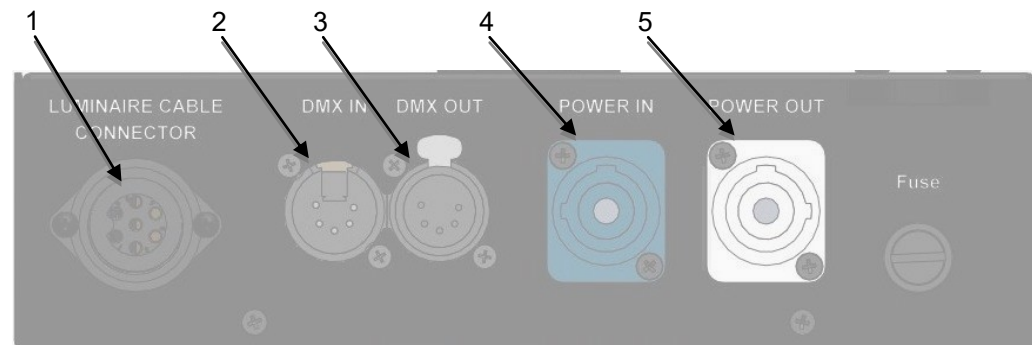
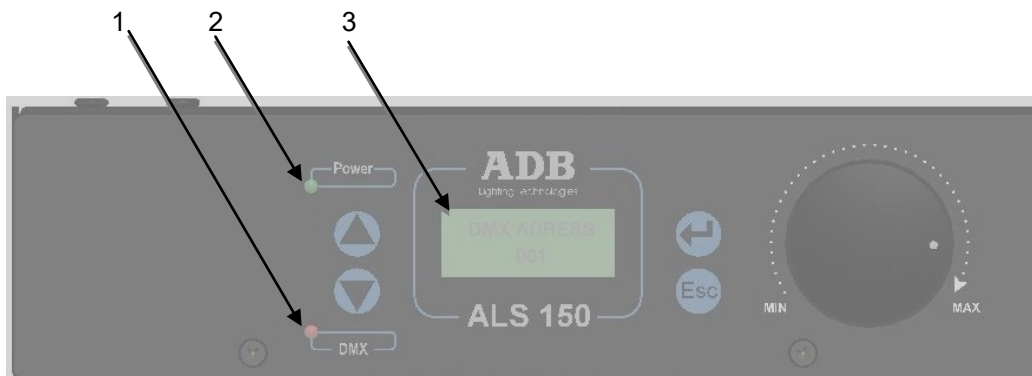

Fig 1
Fig 2
Connect the luminaire's cable to the multipoint connector (Fig 2 – marker 1).
Ballast Electrical connection (Fig. 1)
Connect the mains cable supplied using the PowerCon connector (¼ turn) to the **Power In** input (Fig 1 – ref. 4).
The green **Power** LED lights (Fig 2 – ref. 2).
- The LCD displays lights up (Fig 2 – repair 3) and displays the luminaire's firmware version number for a moment.
Connect a female XLR5 cable to the luminaire's DMX In input (Fig. 1, ref. 2). The red DMX LED (Fig. 2 – ref. 1) lights if a DMX signal is detected by the luminaire. In that case, the luminaire will be controlled using DMX.
Serial connection (Fig. 1)
'Power Out' mains out (Fig 1 – ref. 5): Connect a link cable (3 x 1.5 mm²) between luminaires equipped with PowerCon In and Out sockets (available as an option: 1006.10.060).
'DMX Out' data out (Fig 1 – ref. 3): Connect a male/female XLR5 cable between the luminaires. It is recommended that a DMX terminating resistor is inserted in the 'DMX Out' out connector of the final luminaire.
Brancher le câble du projecteur dans le connecteur multipoint (Fig 2 - repère 1).
Brancher le câble d'alimentation fourni avec connecteur PowerCon (¼ de tour) sur l'entrée Power In (Fig 1 - repère 4).
La LED verte **Power** s'allume (Fig 2 - repère 2).
- L'afficheur LCD s'allume (Fig 2 - repère 3) et affiche pendant un court instant la version logicielle du projecteur.
Brancher un câble data équipé d'un connecteur XLR5 femelle sur l'entrée DMX In du projecteur (Fig.1- repère 2). La LED rouge **DMX** (Fig.2 - repère 1) s'allume si le signal DMX est détecté par le projecteur. Le projecteur est piloté dans ce cas en mode DMX.
Raccordement en série (Fig.1)
Sortie secteur « Power Out » (Fig 1 - ref. 5) : Brancher entre les projecteurs un câble de liaison (3 x 1,5 mm²) équipé de deux fiches PowerCon In et Out (disponible en option : 1006.00.070).
Sortie Data « DMX Out » (Fig 1 - ref. 3) : Brancher un câble data équipé de deux fiches XLR5 (mâle et femelle) entre les projecteurs. Il est recommandé de mettre un bouchon DMX sur la sortie « DMX Out » du dernier projecteur.